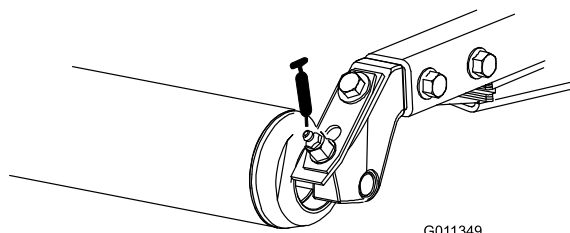

Figura 44
- Cojinetes de los rodillos traseros (2 por unidad de corte) (Figura 44).